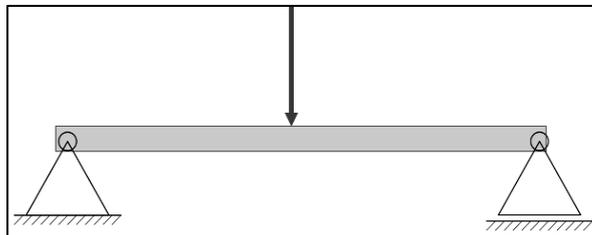

Abbildung 1: Vereinfachte Darstellung des Trittbretts als Träger
- Zur Vereinfachung sei das Trittbrett als einfacher Träger mit einer in der Mitte angreifenden Punktlast dargestellt (siehe **Abb. 1**).